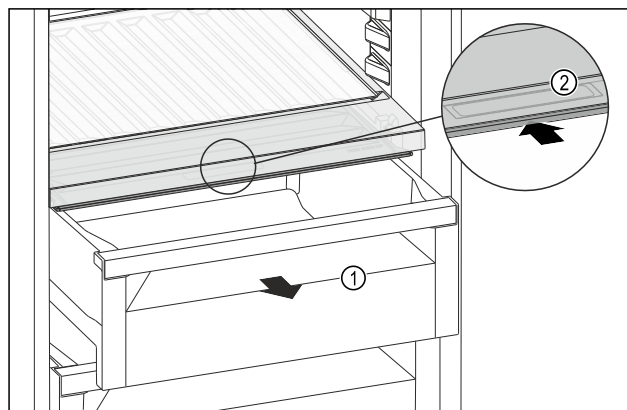

Fig. 218
- Izvelciet atvilktni Fig. 218 (1).
- Satveriet nodalījuma vāka roktura padziļinājumu Fig. 218 (2) un vienlaikus pabīdiet nodalījuma vāku uz aizmuguri.